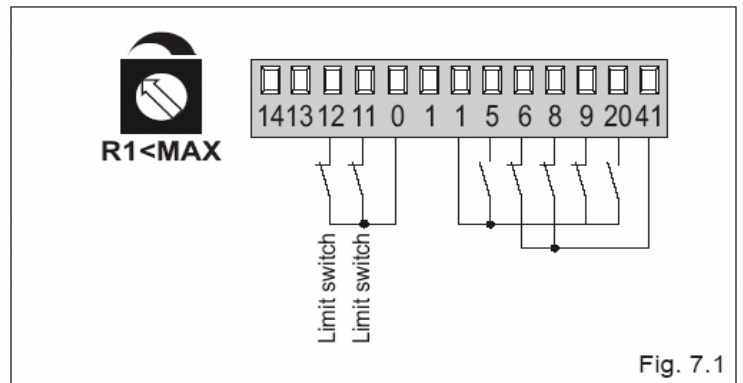

Fig. 7.1
- (rys.7.1) jeśli jest taka potrzeba podłączyć styki N.C. wyłączników krańcowych na otwieranie i zamykanie do zacisków 0-11-12.